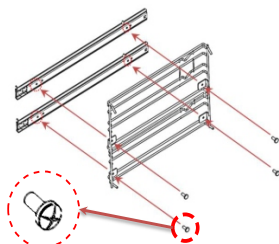

Abbildung 1
- Teleskopschiene und -halterung werden mit zwei Schrauben montiert, siehe **Abbildung 1**